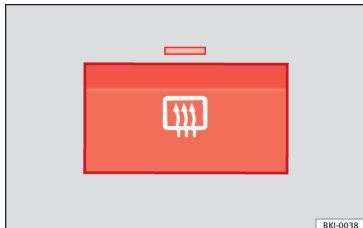

Fig. 126 À côté des commandes de climatisation : contacteur de dégivrage de lunette arrière.
- Appuyez sur le bouton de désembuage  » **fig. 126**